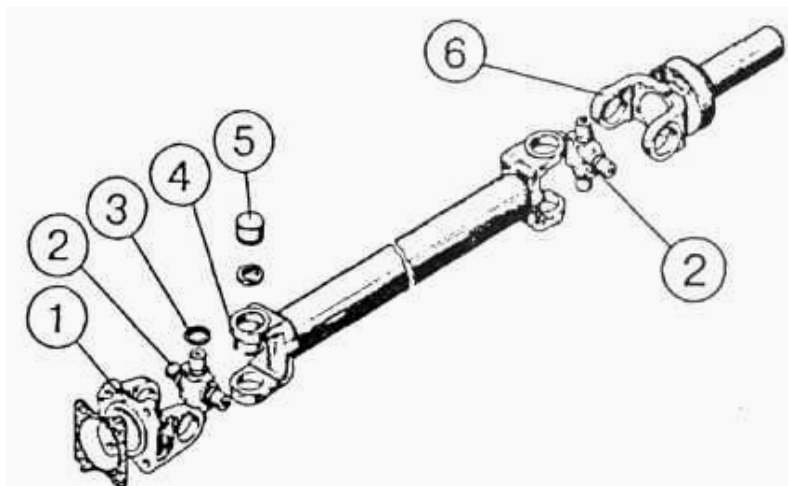

Рисунок 5.60
5) разберите карданный вал (**рисунок 5.60**), для чего: